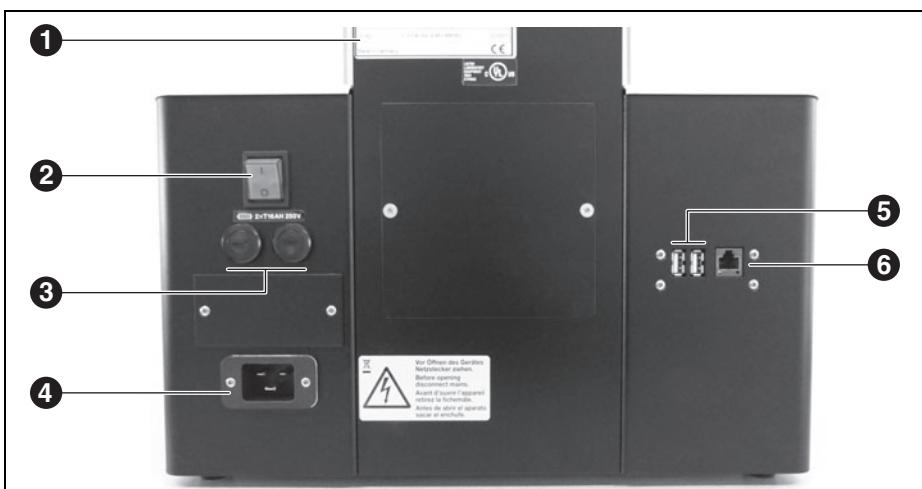

Bild 3 Geräteübersicht Rückseite
- ▷ Wenn der Brennofen über ein Netzwerk (Ethernet) oder über einen Einzel-PC bedient werden soll: Netzwerkkabel an die Schnittstelle auf der Rückseite des Gerätes anschließen ([6] in Bild 3 auf Seite 8).